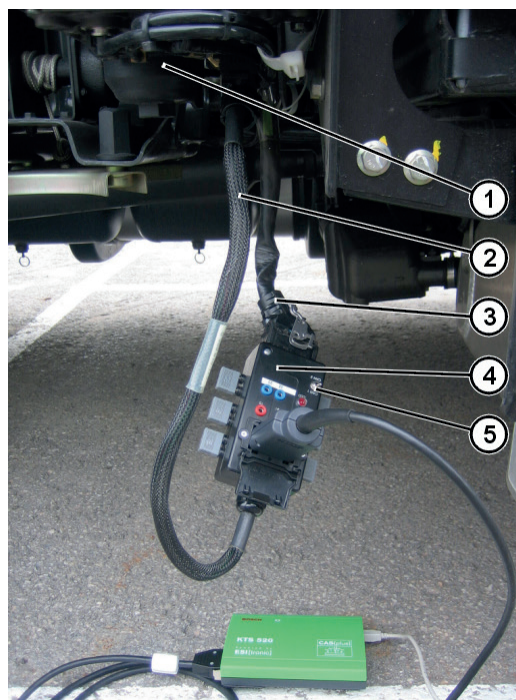

Fig. 2: Conexión del módulo adaptador
2. Desacoplar el conector en la parte inferior del módulo de alimentación (Fig. 2, Pos. 1). Comprimir para ello los resaltes de encastre en la parte de plástico del conector y soltar la palanca de enclavamiento.
3. Empalmar el cable de conexión (Fig. 2, Pos. 2) del módulo adaptador en el módulo de alimentación.
4. Enchufar el conector del mazo de cables (3) en el módulo adaptador (Fig. 2, Pos. 4).
5. Enchufar el comprobador de diagnóstico en la conexión de diagnóstico del módulo adaptador (Fig. 2, Pos. 4).
6. Seleccionar con el conmutador (5) la interfaz para la comunicación de diagnóstico (Fig. 2, Pos. 5).